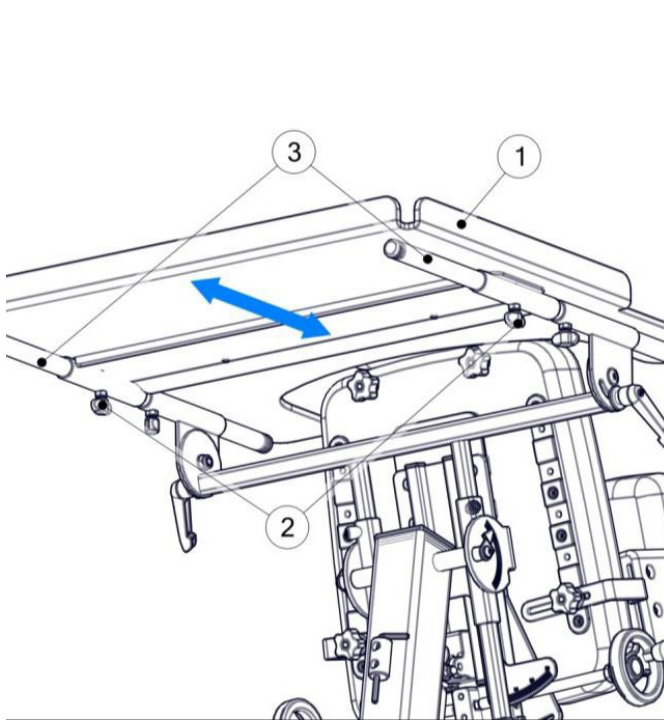

рис. 18
Глубина установки стола (1) регулируется путем ослабления винтов (2) и перемещения стола по направляющим (3). Положение фиксируется путем затягивания винтов (2). Рис. 18.